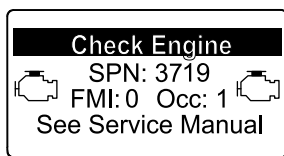

Bild 85
- Motorwarnung SPN 3719, FMI 0 (Bild 85)